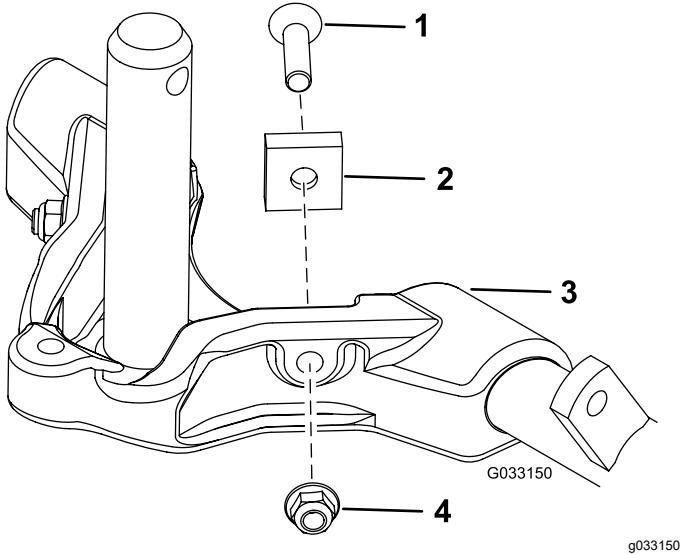

Bild 15
7. Verbessern Sie die Lenkung an den Heckschneideeinheiten, indem Sie die zwei Gelenkdistanzstücke, Sechskantschrauben und Bundmuttern (Bild 15) von den Trägerrahmen der Heckschneideeinheiten (Schneideeinheiten Nr. 2 und Nr. 3) entfernen, siehe Bild 12.